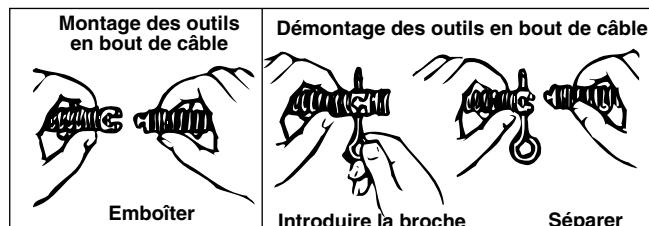

Figure 4 – Montage et démontage des outils
6. Sélectionnez et montez l'outil approprié en bout du câble. Son raccord rapide s'emboîte directement sur celui du câble (Figure 4). Pour démonter l'outil du bout du câble, enfoncez le piston de verrouillage du raccord à l'aide de la broche fournie, puis séparez les raccords.